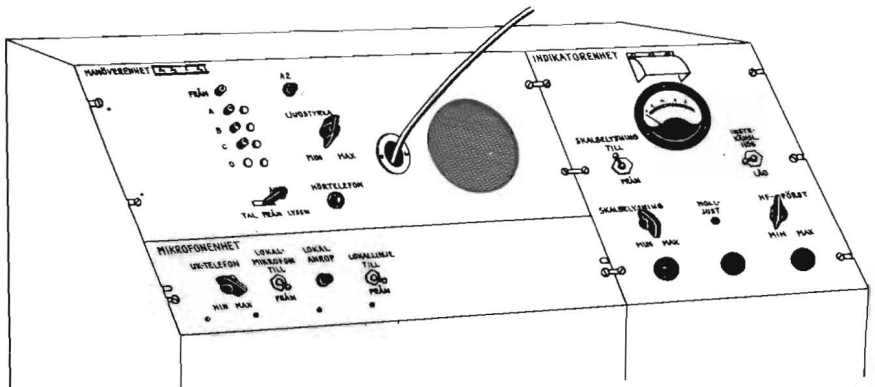

Bild 18. Manöver-, mikrofön- och indikatorenheterna
Manöverenheten (bild 18) är uppbyggd på en panel av lättmetall. På panelen finns en modifierad manöverapparat BC-602 (samma typ som används till Fmr V), inbyggd högtalare med ljudstyrkereglering och uttag för hörtelefon. På panelens baksida finns ett uttag för mikrofon. Detta uttag består av jack för PL-68 eller - när anslutningsmöjlighet för TL och RPC fordras - ett 4-poligt flatstiftsuttag. Manöverenhetens principschema visas i bil 3.
Indikatorenheten sitter i regel till höger upptill i pejlbordet (bild 18). Den har ett vridspoleinstrument för visuell indikering av pejlminimum och ett vred för inställning av mottagarens högfrekvensförstärkning. Genom en kabel och ett 8-poligt skarvdon står enheten i förbindelse med pejlmottagaren och dess likriktare.
1. Tryck in manöverenhetens knapp för önskad kanal (se bild 18).
Vid anrop skall man förfara enligt nedanstående (se bild 18):